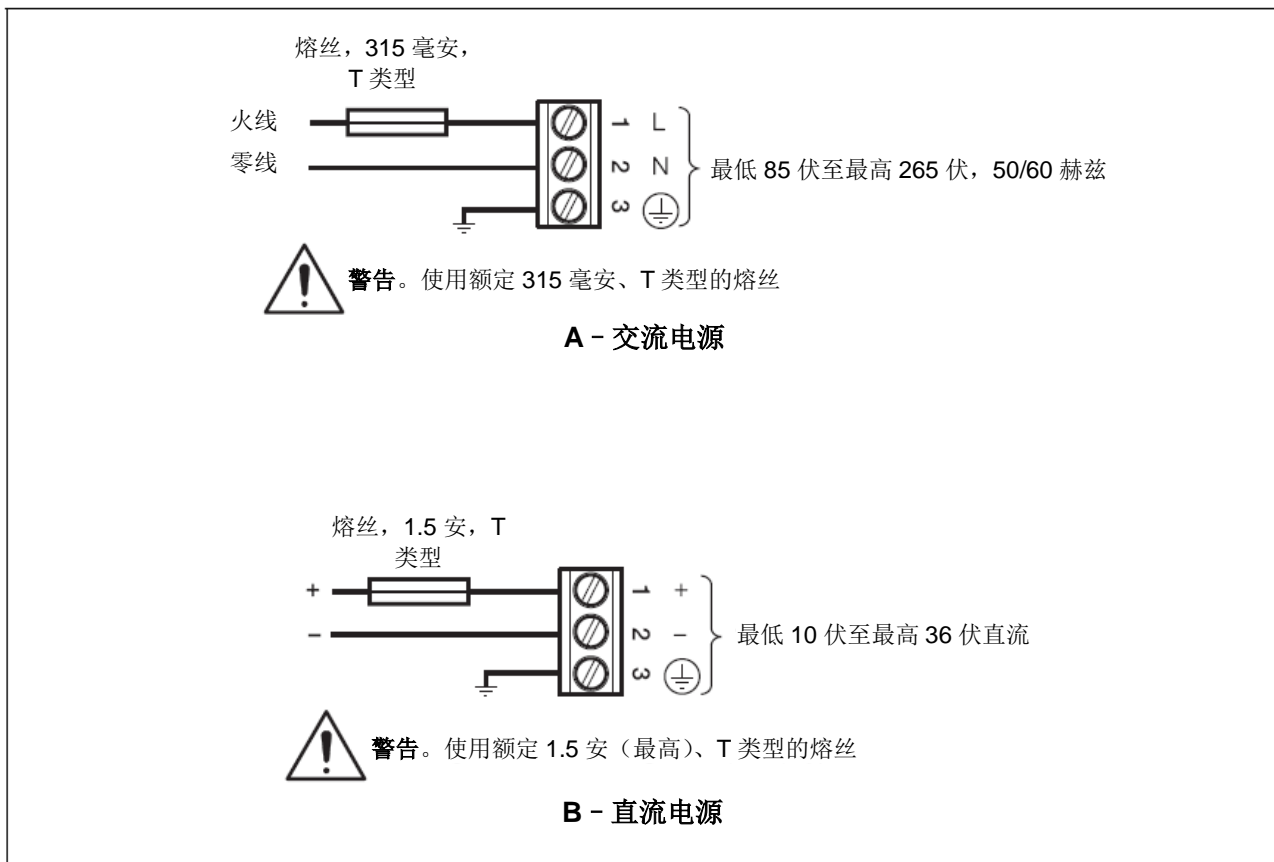

图 2.10 电源连接
- 记录仪并未与开关一起安装，因此，在最终设施上必须安装断开装置，例如符合当地安全标准的开关或断路器。必须将其安装在靠近记录仪的位置，便于操作员触及，且必须将其明确标记为记录仪的断开装置。必须根据图 2.10 安装熔丝。